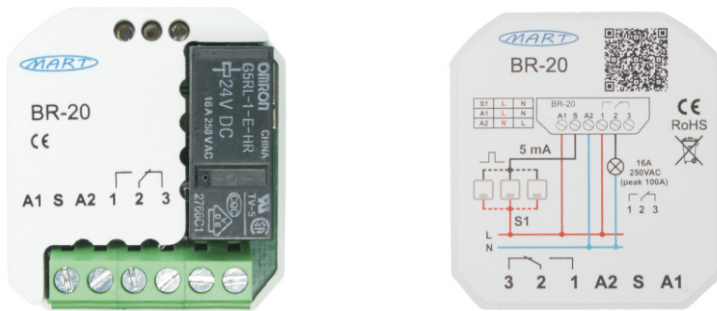

Abb. 1. Ansicht des BR-20 BISTABILES RELAIS vorne und hinten.
Auf der Rückseite des BR-20 BISTABILEN RELAIS befinden sich ein beispielhaftes Anschlussdiagramm und ein QR-Code mit einer detaillierten Bedienungsanleitung (Abb. 1).
7. Ein Bilddiagramm des BR-20 BISTABILEN RELAIS ist in Abb. 1 dargestellt.